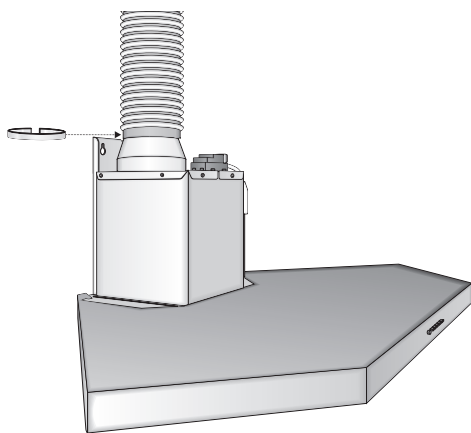

Fig. 9
• HOW TO POSITION THE UPPER STACK WALL CLAMP (Fig.9)